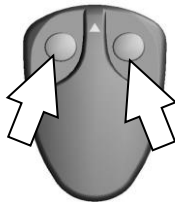

Fig. 1
- Press buttons 1 and 2 of the transmitter at the same time and release them (fig. 1): the LED turns on and after 2 seconds turns off.
- Premere contemporaneamente i pulsanti 1 e 2 e rilasciarli (fig. 1): il LED si accende e dopo circa 2 secondi si spegne.
- Dr cken Sie gleichzeitig die Tasten 1 und 2 des Senders und lassen sie wieder los (Abb. 1): Die LED leuchtet auf und geht nach zirka 2 Sekunden aus.
2. Pulse y suelte simultáneamente los botones 1 y 2 (fig. 1); el LED se enciende y, luego de aproximadamente dos segundos, se apaga.
2. Carregar simultaneamente nos botões 1 e 2, e soltá-los (fig. 1): o LED acende-se e apaga-se após 2 segundos, aproximadamente.